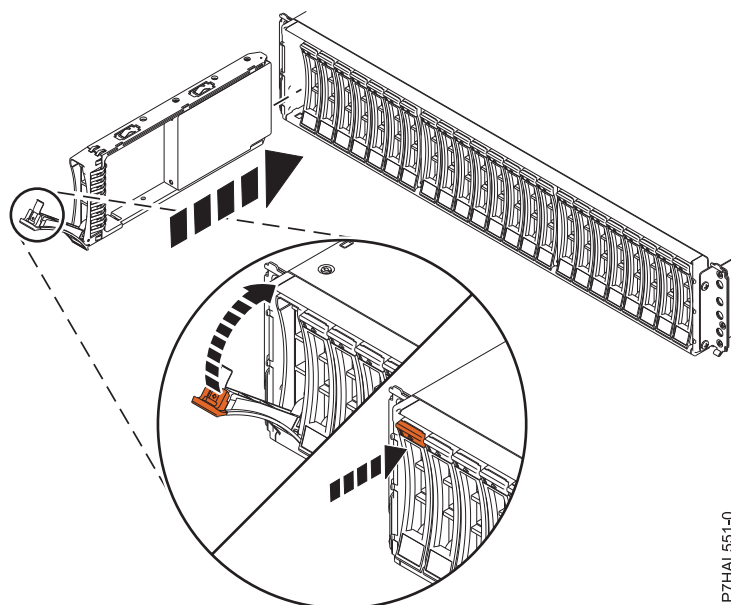

Figura 19. Instal·lació o substitució de la unitat de disc a l'allotjament d'unitats de disc
3. Amb la nansa en posició desbloquejada, tal com es mostra a Figura 19 a la pàgina 19, aguanteu la part inferior de la unitat mentre l'alineeu amb les guies a l'allotjament.
7. Bloquegeu la unitat fent girar la nansa del compartiment (A) en la direcció que es mostra a Figura 19.